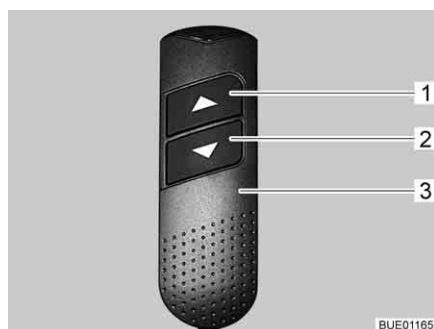

Fig. 92 Elemento di regolazione manuale
- Sull'elemento di regolazione manuale (Fig. 92,3) premere e tenere premuto il tasto "▼" (Fig. 92,2). La zona piedi rientra. Le zone testa vengono sollevate.
- Sull'elemento di regolazione manuale (Fig. 92,3) premere e tenere premuto il tasto "▲" (Fig. 92,1). La zona piedi viene estratta. Le zone testa vengono abbassate.
- Sull'elemento di regolazione manuale (Fig. 92,3) premere i tasti "▼" (Fig. 92,2) e "▲" (Fig. 92,1) finché non viene raggiunta la posizione desiderata.